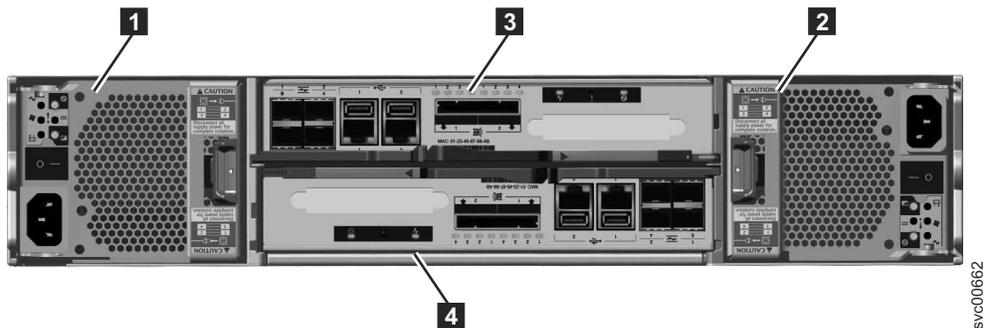

Figure 3. Vue arrière d'un boîtier d'extension de modèle 2076-112 ou 2076-124
La figure 3 affiche la vue arrière d'un boîtier de commande et identifie l'emplacement des unités d'alimentation et des cartouches.
- Deux cartouches sont hébergées au milieu de chaque boîtier. Chaque cartouche est appelée cartouche de noeud. La cartouche supérieure (voir figure 3) est libellée **3** et la cartouche inférieure, **4**. La cartouche **3** est à l'endroit, tandis que la cartouche **4** est à l'envers.